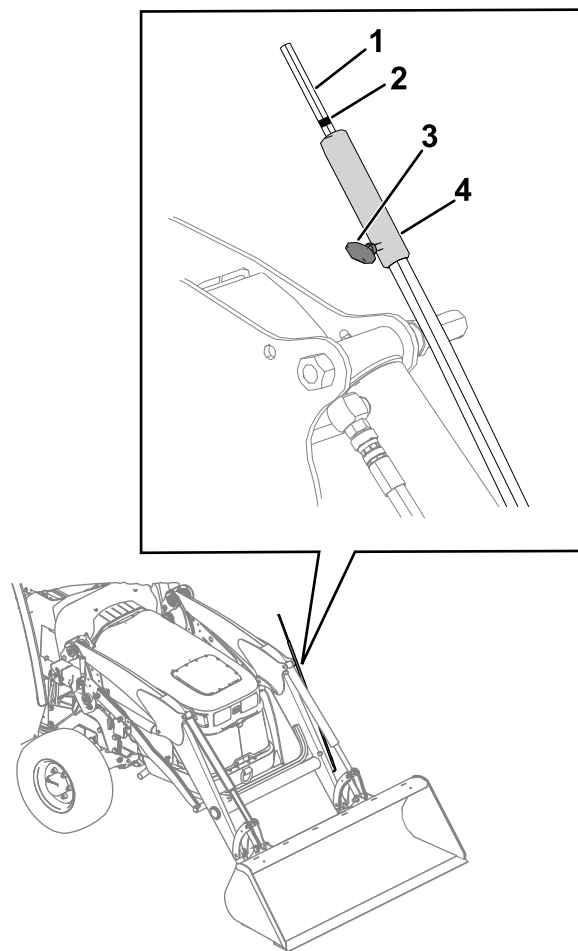

Figura 60
Mentre azionate il caricatore, utilizzate l'indicatore del livello dell'attrezzo (Figura 60) per prendere nota della posizione dell'attrezzo dalla posizione dell'operatore. Potete regolare l'indicatore per l'utilizzo con attrezzi diversi:
2. Regolate l'indicatore di livello dell'attrezzo (Figura 60) in modo tale che sia distinguibile dalla posizione operatore.